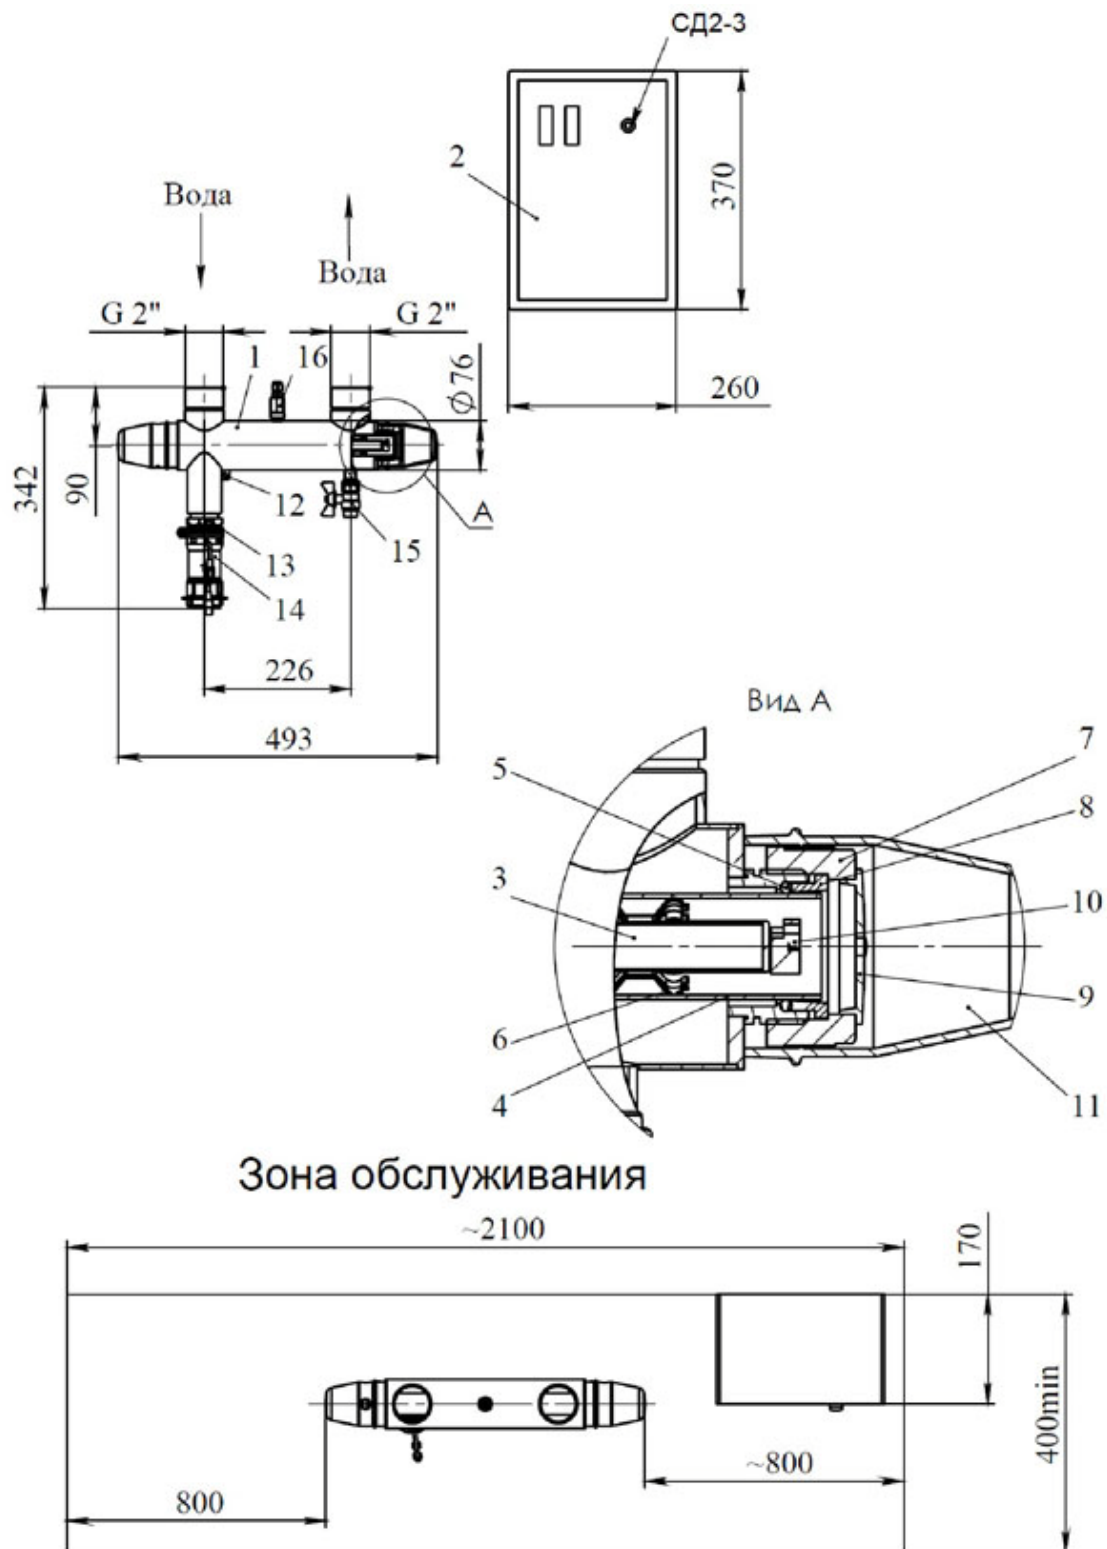

Рис. 1 Общий вид и план размещения установки Лазурь М-1К
3.1 УФ установка состоит из фотохимического реактора (ФХР) 1 и шкафа питания и управления (ШУ) 2 (см. Рис.1).
3.6. Шкаф управления (ШУ) 2 предназначен для питания УФ лампы, УЗ-излучателя и контроля за их работой. Габаритный чертеж шкафа питания и управления представлен на Рис.1.
5.3. Проверить герметичность уплотнительных колец 5 на защитной кварцевой трубке 4 в реакторе. При необходимости подтянуть их с помощью гаек 7 (Рис.1).